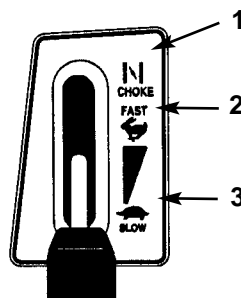

Fig. 9
5. Spostate la leva del gas in posizione arricchitore ("CHOKE") (Fig. 9).
7. Quando il motore si avvia, spostate lentamente la leva del gas in posizione "FAST" (marcia) (Fig. 9). Se il motore si ferma o non si avvia correttamente, riportate la leva su arricchitore ("CHOKE") per alcuni secondi; portate quindi la leva del gas su "FAST". Se necessario, ripetete questa procedura.
1. Spostate la leva del gas in posizione "SLOW" (Fig. 9).